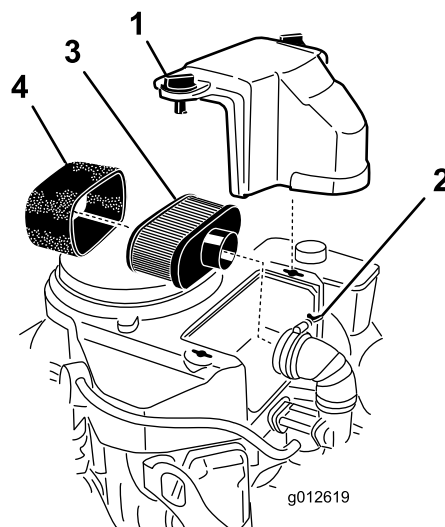

Figure 20
3. Nettoyez la surface autour du filtre à air pour éviter que des impuretés n'endommagent le moteur en tombant à l'intérieur (Figure 20).
4. Dévissez les boutons du couvercle et déposez le couvercle du filtre à air (Figure 20).
5. Dévissez le collier et déposez le filtre à air (Figure 20).
6. Sortez délicatement l'élément en mousse de l'élément en papier (Figure 20).
Important: Ne nettoyez pas l'élément en papier, remplacez-le (Figure 20).
1. Glissez délicatement l'élément en mousse sur l'élément en papier (Figure 20).
2. Posez le filtre à air sur sa base et fixez-le en place avec les 2 écrous à oreilles (Figure 20).
3. Mettez le couvercle du filtre en place et serrez le bouton (Figure 20).